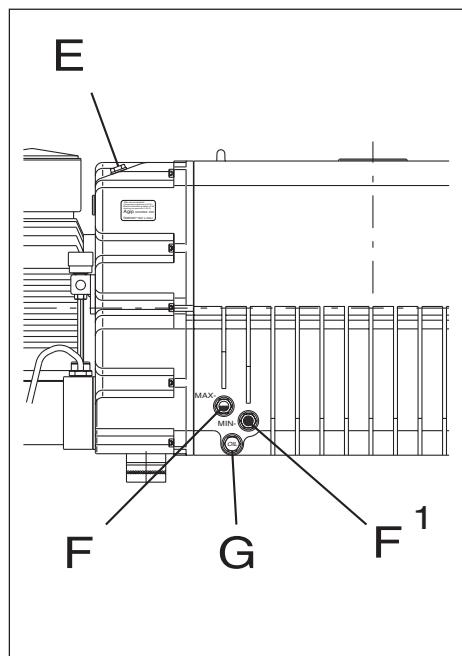

Fig.6 Ölpegelstand und füllen Sie, wenn nötig, wieder Öl nach.
Eseguire il primo riempimento attraverso il tappo (E) sino alla metà dell'indicatore di livello massimo (F) e richiudere il tappo (E) (fig.6).
Vergleichen Sie bitte die Abb. 6. Die Verschlußschrauben (E) und (G) sollten erst dann entfernt werden, nachdem unter die Pumpe einen geeigneten Behälter aufgestellt wurde. Der Behälter sollte in der Form und in der Abmessung geeignet sein, um die gesamte Ölmenge der Pumpe aufzunehmen. Wenn das gesamte verbrannte Öl aus dem Tank ausgelaufen ist, sollten die 2 Verschlüsse E und G wieder eingesetzt werden. Lassen Sie dann die Pumpe für ca. 1 Minute im Vakumbetrieb arbeiten, um auch den Schmierung/Kühlung Kreislauf von eventuellen Ölresten zu befreien . Entfernen Sie erneut die Verschlüsse, lassen Sie auch diese Öreste herausfließen. Sollten sich im Öl große Menge Schadstoffe oder Wasser befinden, reinigen Sie bitte die Pumpe, indem Sie sie bei maximalen Vakuum mit ca. 10 L sauberes Öl für 5 Minuten arbeiten lassen. Danach sollte das Öl abgeleitet werden.